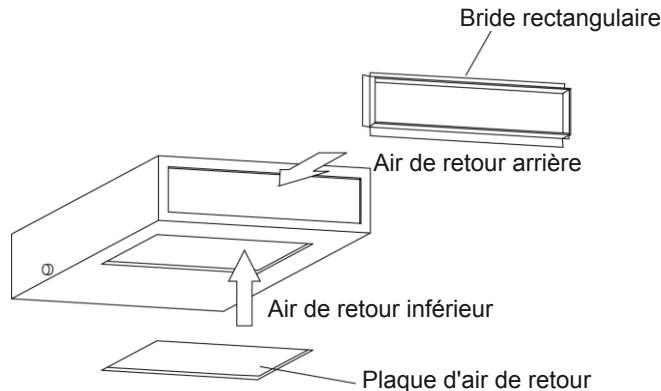

Fig 4.4.4
(1) L'emplacement d'installation par défaut de la bride rectangulaire se trouve à l'arrière, et la plaque d'air de retour se trouve en bas, comme indiqué dans la Fig. 4.4.4.